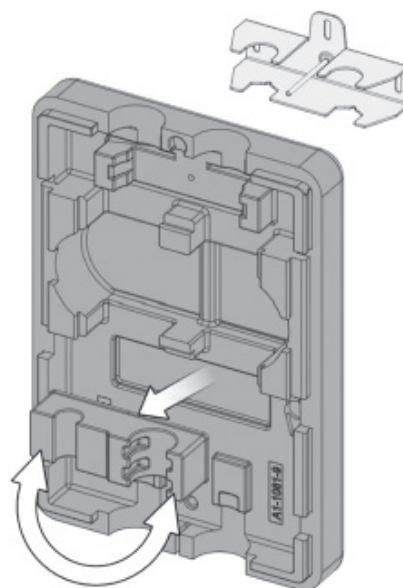

Рис. 9
4. Фиксирующий элемент (9) вытащить из задней части изоляции, чтобы повернуть его на 180° и вставить обратно (рис. 9).